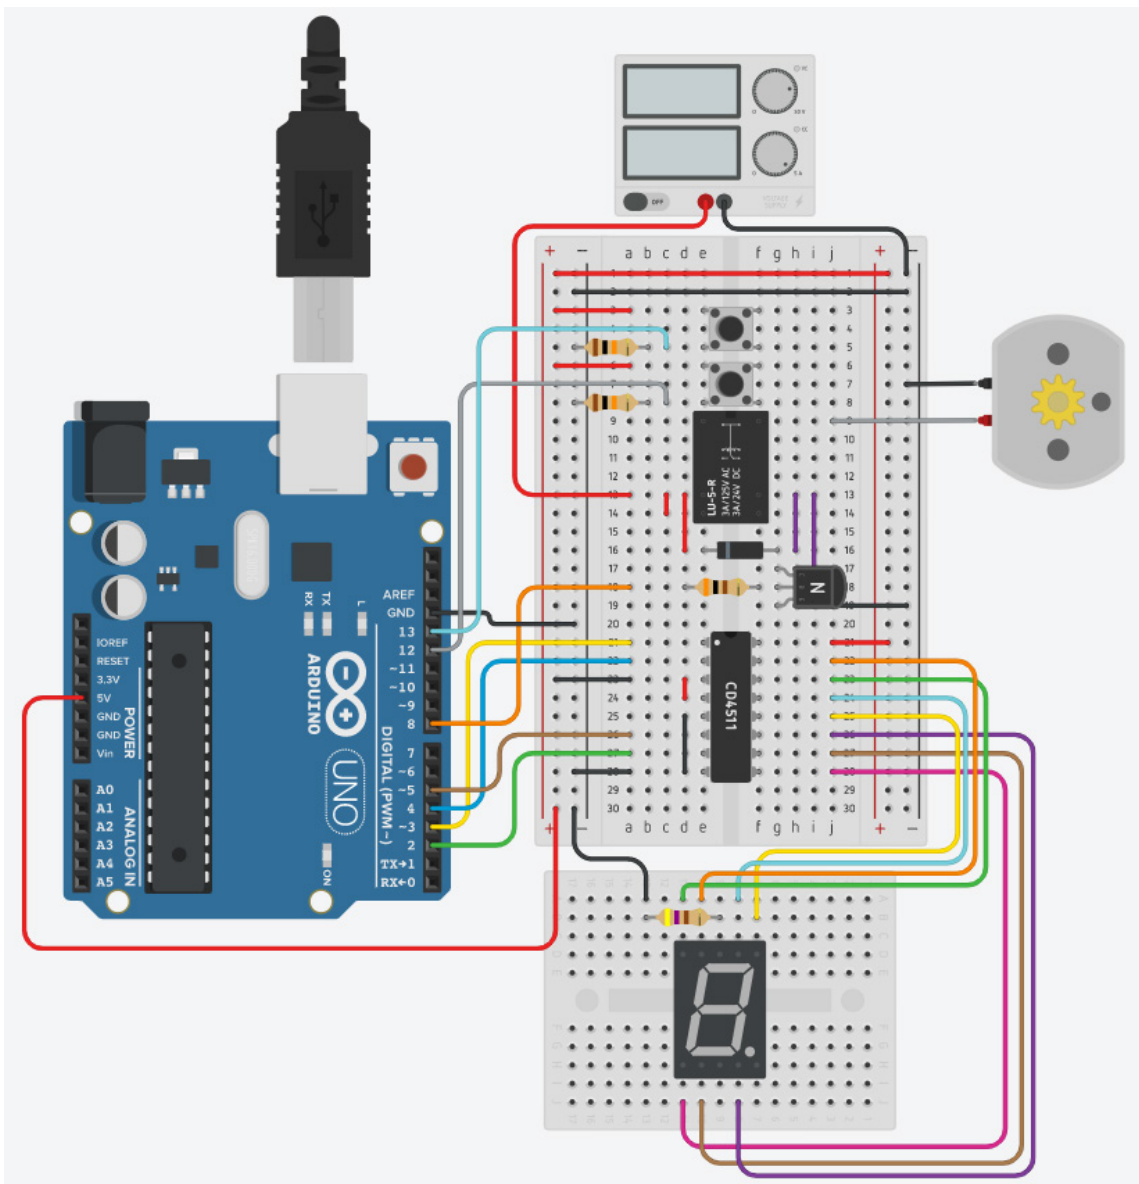

Рис. 24. Схема – решение демонстрационного задания
1. При прототипировании на макетной плате или в среде *Tinkercad* должна быть собрана электрическая схема, представленная на рис. 24.